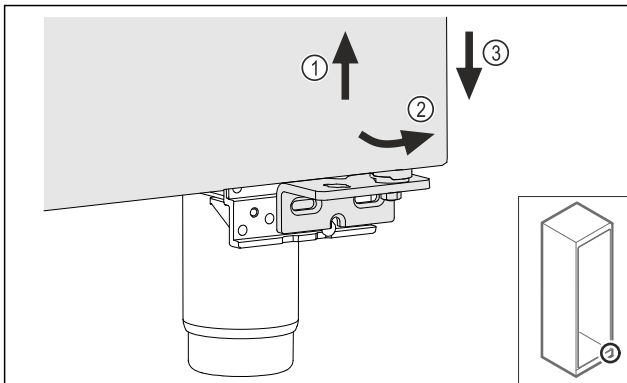

Fig. 24
- ▶ Tür leicht anheben Fig. 24 (1), unten nach vorne kippen Fig. 24 (2) und absenken Fig. 24 (3).